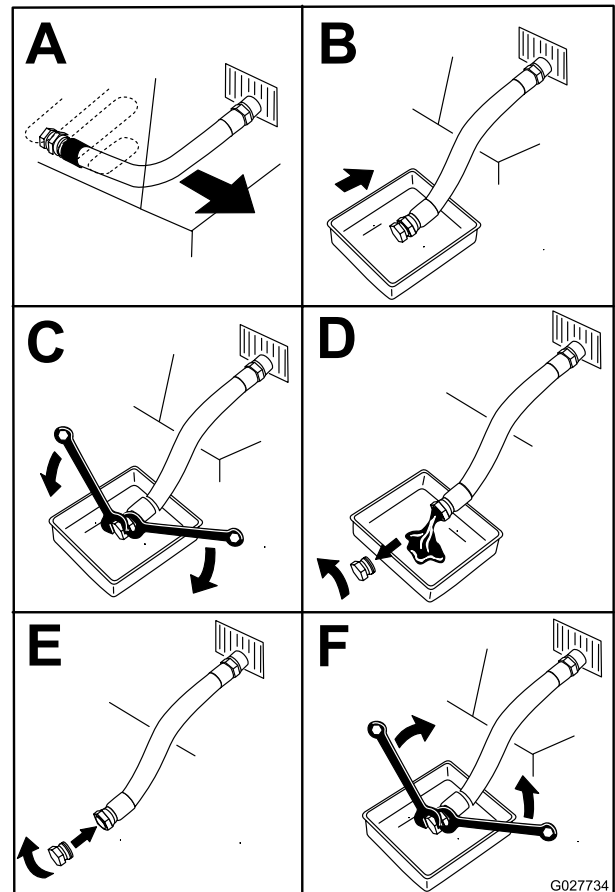

Figure 59
5. Vidangez l'huile moteur (Figure 59).